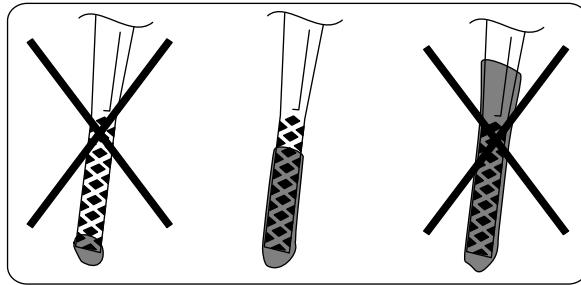

Bild 14
- Füllen Sie bei einem zu niedrigen Ölstand langsam etwas Öl in den Öleinfüllstutzen, warten Sie drei Minuten und wiederholen Sie dann die Schritte 3 bis 5, bis der Ölstand richtig ist, wie in Bild 14 dargestellt.
- Wenn der Ölstand zu hoch ist, lassen Sie Öl ab, bis der Ölstand richtig ist, wie in Bild 14 dargestellt. Weitere Informationen zum Ablassen des Öls finden Sie unter Wechseln des Motoröls (Seite 17).
5. Nehmen Sie den Peilstab heraus und lesen Sie den Ölstand am Peilstab ab, siehe Bild 14.
2. Ziehen Sie den Peilstab (Bild 14) heraus.